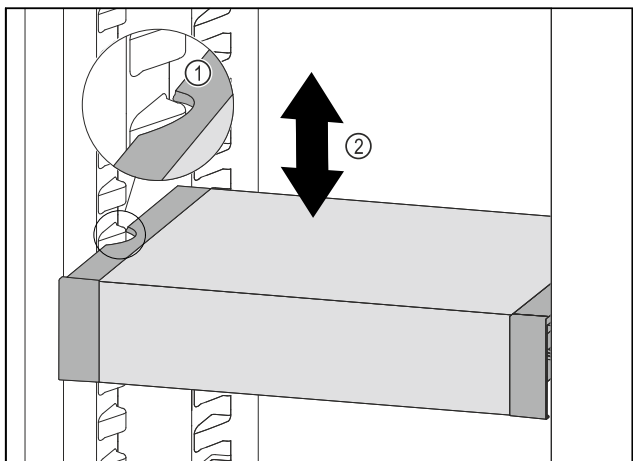

Fig. 160
- Tërhiqni VarioSafe për nga përpara, derisa foletë anësore të VarioSafe të jenë në lartësinë e brinjëve të kutisë në pjesën e ftohjes. Fig. 160 (1)
- Lëvizni VarioSafe për lart ose për poshtë në pjesën e ftohjes, derisa të arrihet lartësia që dëshironi. Fig. 160 (2)